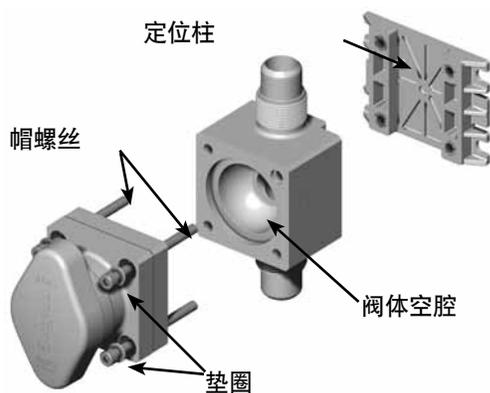

图10
2. 将阀体置于安装板上，对准阀体底部的凹口和安装板上的定位柱 (图10)。
3. 将执行器腔置于阀体上，使隔膜在阀体空腔内就位 (图10)。